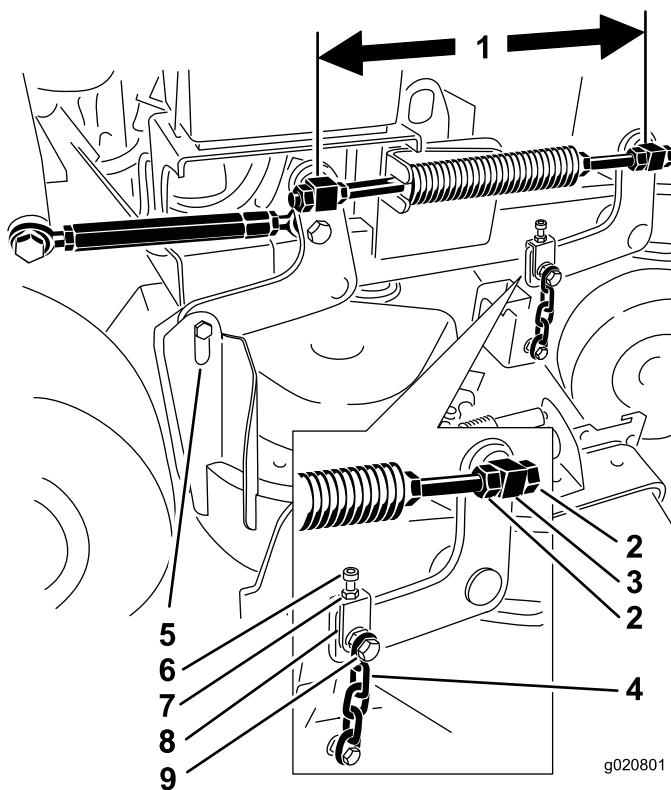

Figura 81
6. Compruebe la distancia entre los pivotes; mida del centro de un pivote al centro del otro (distancia entre centros) en cada varilla rosada. La longitud debe ser de 49.5 cm (19-1/2 pulgadas) para carcasa de corte de 91 cm (36 pulgadas) y de 43.7 cm (17-3/16 pulgadas) para carcasa de corte de 102 cm (40 pulgadas) (Figura 81).
11. Si es necesario ajustarlo, afloje el perno superior de la cadena (Figura 81).
7. Afloje los pernos superiores de las cadenas (Figura 81).